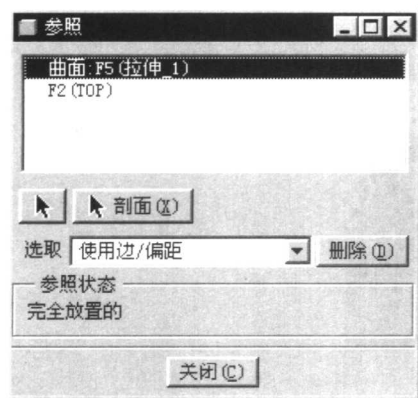
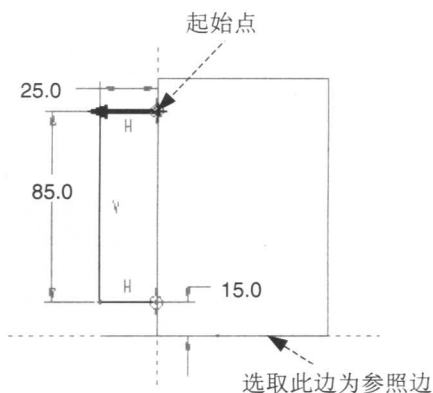

图 2.8 “参照”对话框
图 2.9 截面草图
③ 选择下拉菜单 **草绘(S)** \rightarrow **参照(R)...** 命令，系统弹出如图 2.8 所示的“参照”对话框，单击 **曲面:F5(拉伸_1)** 后，按下 **删除(D)** 按钮，最后选取图 2.9 中箭头所示的边线为参照边，关闭参照的对话框。
④ 完成轨迹的绘制和标注后，单击草绘完成按钮 \checkmark 。